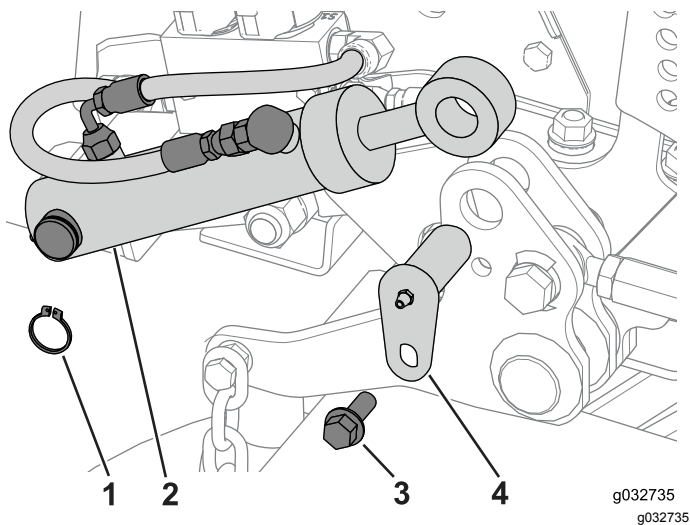

Figure 123
3. Déposez le circlip, l'axe de pivot et le boulon pour fixer le vérin de levage du plateau au pivot (Figure 123).